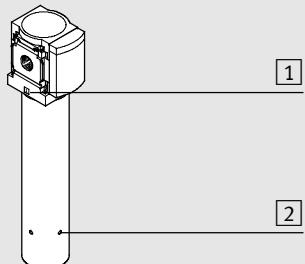

Рис. 1
- Соблюдайте направление потока от 1 к 2. В качестве ориентира служат цифры [1] на корпусе изделия (см. рис.1). Установка обратного направления потока воздуха выводит мембранный осушитель воздуха из строя.